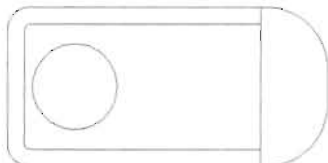

图 4-135
(7) 在命令行中输入 O (Offset) 命令, 将矩形的边向内偏移 30mm, 偏移后的结果如图 4-135 所示。